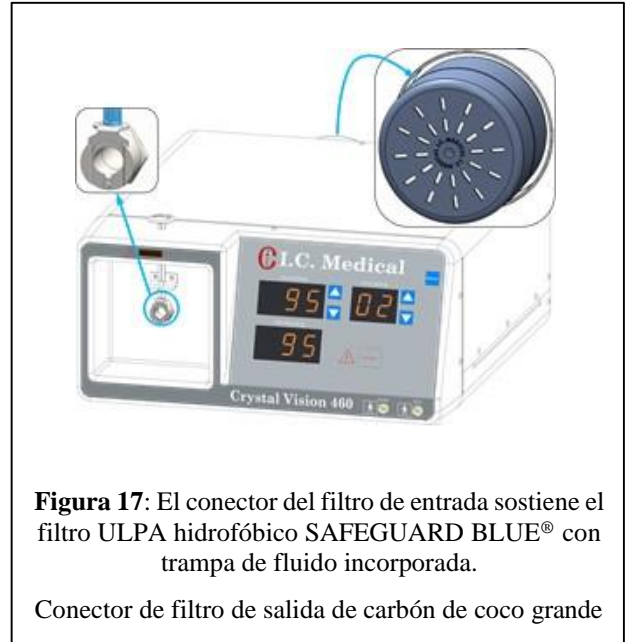

Figura 17: El conector del filtro de entrada sostiene el filtro ULPA hidrofóbico SAFEGUARD BLUE® con trampa de fluido incorporada.
10. **EL CONECTOR DEL FILTRO DE ENTRADA** (Figura 17) sostiene el filtro ULPA hidrofóbico **SAFEGUARD BLUE®** con trampa de líquido incorporada. El anillo de metal se empuja hacia abajo para permitir que se libere el filtro ULPA hidrofóbico **SAFEGUARD BLUE®** con trampa de líquido incorporada. Vuelva a colocar la tapa en el extremo del filtro ULPA hidrofóbico **SAFEGUARD BLUE®** con trampa de líquido incorporada entre usos. Cambie el filtro ULPA hidrofóbico **SAFEGUARD BLUE®** con trampa de líquido incorporada cuando se ilumine el indicador CAMBIAR FILTRO.
11. **CONECTOR DE FILTRO DE SALIDA DE CARBÓN DE COCO GRANDE (no se muestra el conector)** (Figura 17). El CONECTOR DEL FILTRO DE SALIDA DE CARBÓN DE COCO GRANDE está ubicado en el panel trasero del CRYSTAL VISION® y sostiene el Filtro de Salida de Carbón de Coco Grande. El filtro de salida de carbón de coco grande es reutilizable para varios casos. El filtro de salida de carbón de coco grande tiene una vida útil de tres meses. El filtro de salida de carbón de coco grande proporciona control de olores y reduce el ruido de la bomba de vacío.